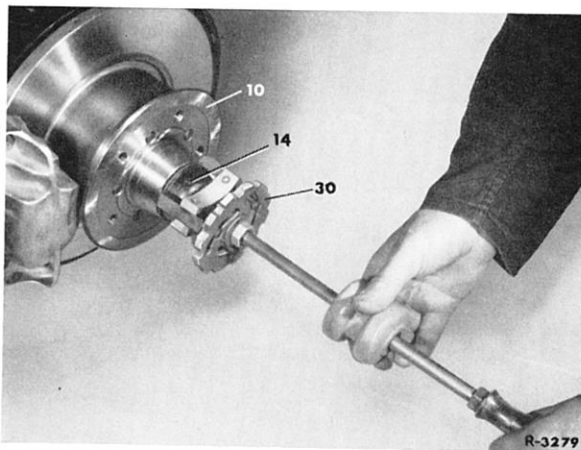

Bild 33-5/1
2 Radkappe (14) mit der Vorrichtung (30) von der Vorderradnabe abziehen (Bild 33-5/1).